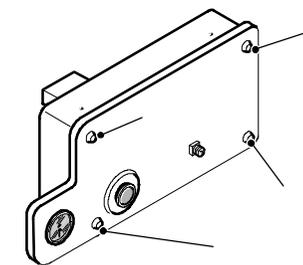

fig. 6.1
- 7 Togliere le quattro viti del pannello comandi e rimuovere il coperchio (fig. 6.1).